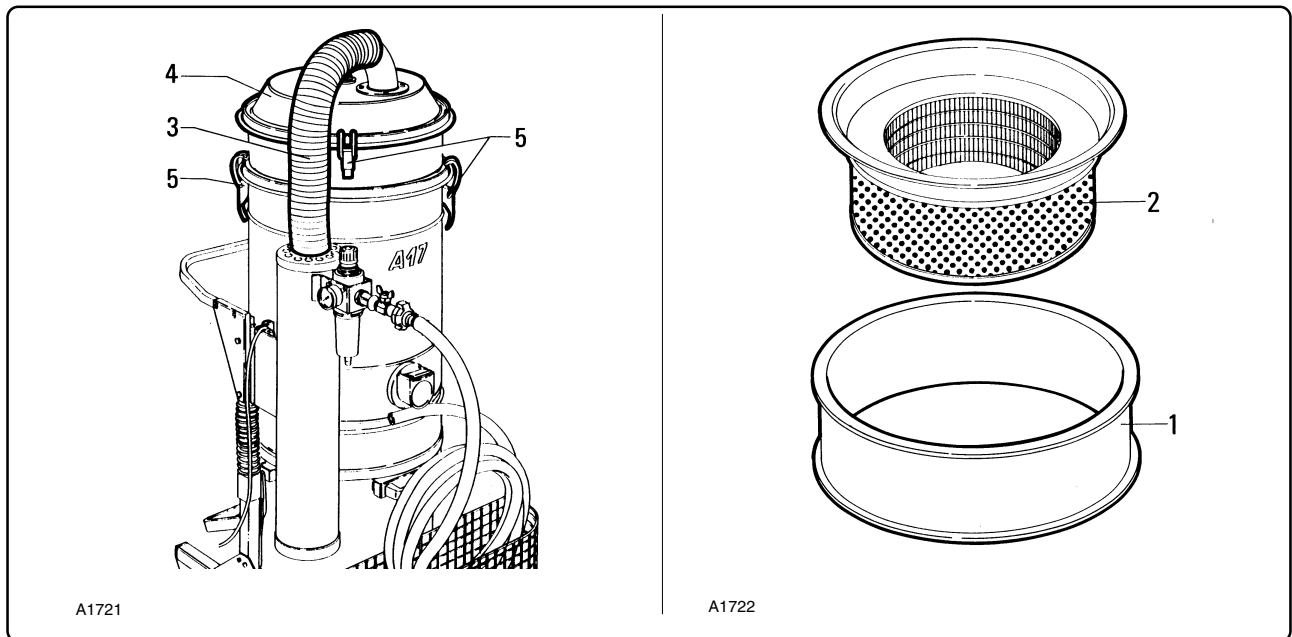

Fig. 6.8.1
si tratta di un aspiratore di categoria C completato di un filtro assoluto "2" come da fig. 6.8.1.
this is a category C vacuum complete with an absolute filter "2" as shown in fig. 6.8.1.
Il s'agit d'un aspirateur de catégorie C qui monte un filtre absolu "1" comme illustré par la fig. 6.8.1.
Es handelt sich um einen Industriesauger der Kategorie C, der mit einem Absolutfilter "2" wie in Abb. 6.8.1 versehen ist.
**6.8 - Montaggio filtro assoluto "K1" fig. 6.8.1**
**6.8 - Installing absolute filter "K1" fig. 6.8.1**
**6.8 - Montage filtre absolu catégorie "K1" (fig. 6.8.1)**
**6.8 - Einbau des Absolutfilters "K1" Abb. 6.8.1**
- Togliere il tubo di collegamento "3" (fig. 6.8.1);
- Remove connecting pipe "3" (fig. 6.8.1);
- Enlever le tuyau de jonction "3" (fig. 6.8.1);
- Den Verbindungsschlauch "3" entfernen (Abb. 6.8.1);
- collegare un tubo di aspirazione "3" (fig. 6.8.1) di lunghezza maggiore al precedente.
- connect a longer suction pipe "3" (fig. 6.8.1) than the previous one.
- brancher un tube d'aspiration "3" (fig. 6.8.1) d'une longueur supérieure au précédent.
- ein längeres Stück Saugschlauch "3" (Abb. 6.8.1) als vorher montieren.